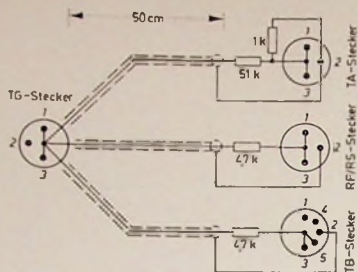

Bild 22. Adapterkabel (die Vorwiderstände sind in die Steckerhülsen eingebaut)
Da das Einpegeln bisher nur nach dem Gehör erfolgte, muß der Verstärker nun noch auf genaue Kanalgleichheit eingemessen werden. Dazu bleiben zunächst alle Potentiometer in den herausgefundenen Positionen. Die Taste S12 (TG) wird gedrückt, und die unterschiedlichen Pegel, die von den Meßinstrumenten M und M' angezeigt werden, sind mit den Lautstärkevorreglern P1 und P1' durch geringfügiges gegenseitiges Verstellen auszugleichen. Danach wird die Signalspannung des Tongenerators der Buchse Bu7 entnommen und über ein Adapterkabel mit eingebauten Vorwiderständen (Bild 22) den einzelnen Eingangsbuchsen des Verstärkers zugeführt. Der Abgleich auf Kanalgleichheit erfolgt hier ebenfalls durch gegenseitiges Verstellen der Eingangspegelregler: Den lautereren Kanal stellt man leiser und den leiseren Kanal lauter ein. Bei allen Messungen soll das Potentiometer P3 (Balance) in Mittelstellung stehen. Die